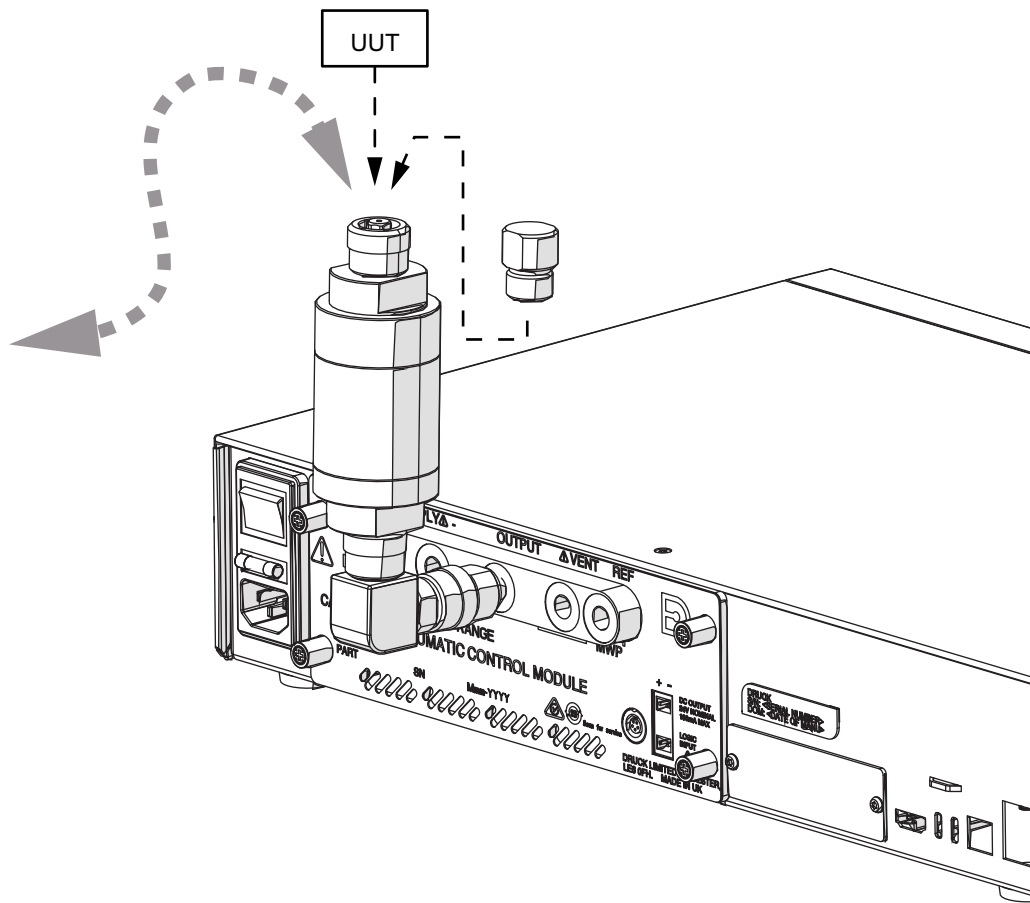

图 D-5: 安装在 PACE5000 E 乐器上
2. 将组件安装到 PACE 仪器的出口端口，如图所示 图 D-5。